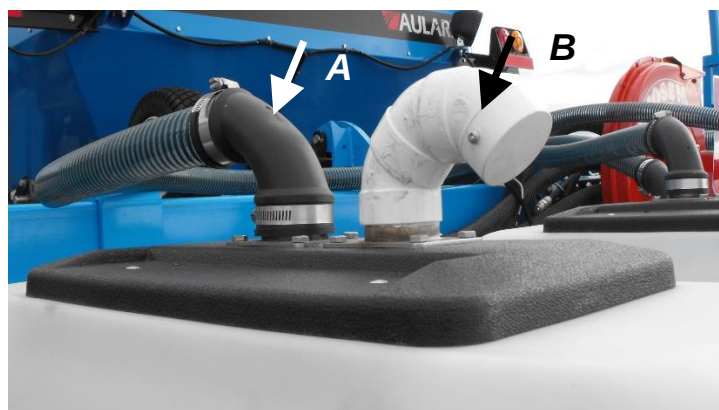

Figure 12L
8. Installez l'extrémité démonté du boyau au coude de caoutchouc noir sur la boîte de semence du planteur [Figure 12L, **A**]. Bien vous assurez d'avoir retiré le bouchon rouge au préalable. Les boyaux des extrémités ayant un diamètre plus grand utilisé les adaptateurs réduit fournit par le fabricant lors de la livraison.
10. Retirez le capuchon blanc sur le coude d'évacuation d'air [Figure 12L, **B**]. Cette sortie sert à évacuer l'air produite par la turbine du système **Aulari**.